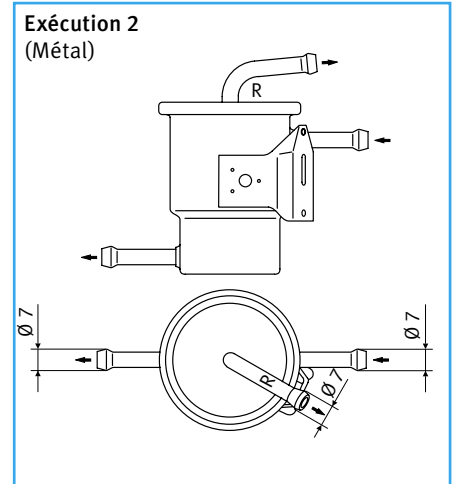

Fig. 19 Séparateur de bulles de gaz
• **Exécution 2** (Fig. 19) très similaire à l'exécution 1, mais fabrication en métal.